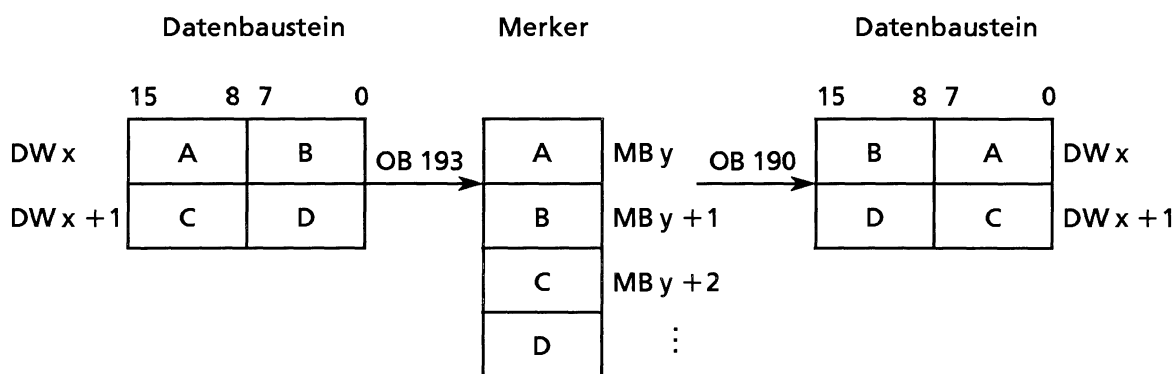

Bild 2.21 Vertauschen von High-Byte und Low-Byte in einem DB mit Hilfe von OB 193/OB190
- Ohne großen Aufwand lassen sich im Datenbaustein High-Byte und Low-Byte vertauschen, indem mit dem entsprechenden OBs die Datenwörter in den Merkerbereich und wieder zurückübertragen werden, wie in Bild 2.21 dargestellt.